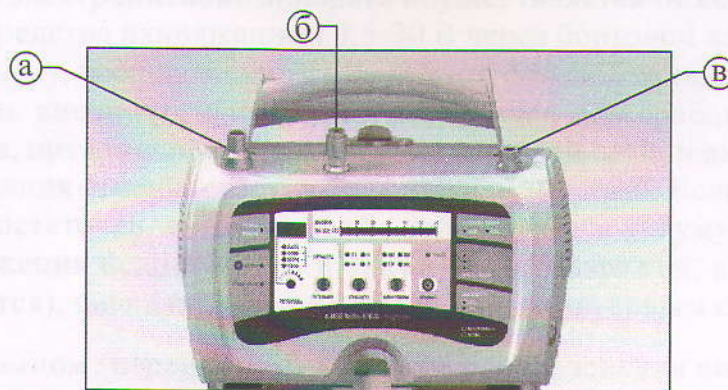

Рис. 2.
- Источники кислорода с давлением на выходе от 0,2 до 0,6 МПа (портативные кислородные баллоны 2 л. - переносной вариант; кислородные баллоны, установленные в автомобилях скорой медицинской помощи; системы подачи газов медицинских лечебных учреждений; кислородные концентраторы высокого давления) подключаются с помощью быстроразъемного соединения к штуцеру подвода питания (в) (рис. 2).
- Кислородные концентраторы низкого давления (от 0,03 МПа, с потоком не менее 5л/мин.) с помощью комплекта подключения кислородного концентратора подключаются к быстроразъемному соединению штуцера подвода питания (б) (рис. 2).
К выходному штуцеру (а) присоединяется дыхательный шланг с нереверсивным клапаном и лицевой маской (рис. 2).